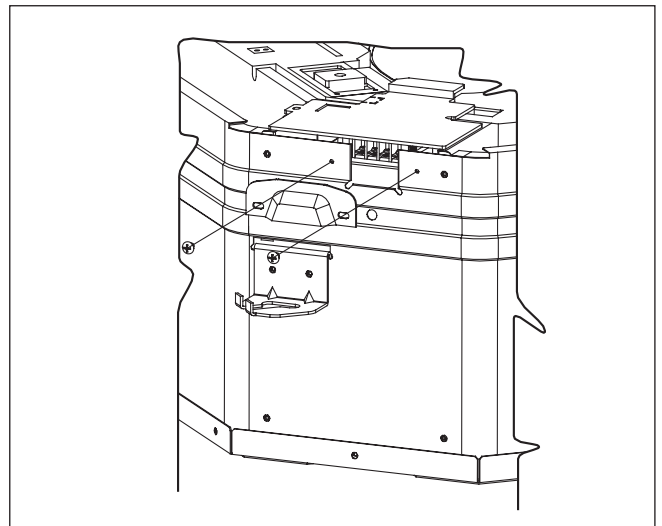

Abb. 3
1. Die Kabelabdeckung entfernen, indem 2 Schrauben wie in Abb. 3 dargestellt entfernt werden.